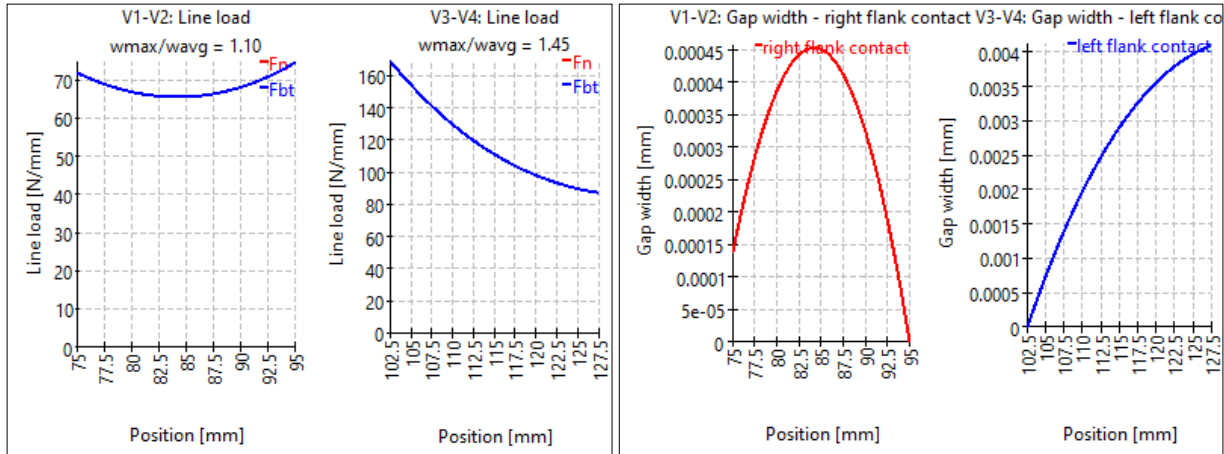

図 49
グラフィックスメニューにある歯車装置評価用の他の多くのグラフィックに加え、現在計算中の位置に対するライン荷重とギャップ幅を以下に示します(図 49)。
- この図(図 49)は、シャフトの直径を増加させる設定で作成したものです。歯の噛み合い剛性、シャフトの剛性、および軸受剛性は、これらの図に影響します。さらに、製造誤差とハウジング剛性も実際のギヤボックスに影響します。